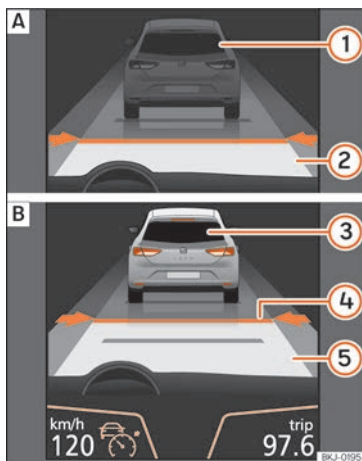
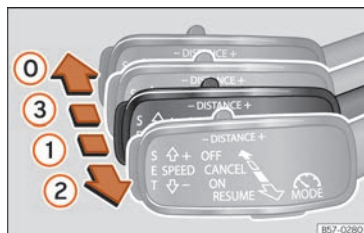

Fig. 259 Sur l'écran du combiné d'instruments : (A) ACC inactif (Standby). (B) ACC actif.
Fig. 261 À gauche de la colonne de direction : troisième levier pour utiliser le régulateur de vitesse adaptatif.
Indication d'état sur l'écran » » **fig. 259** :
vert s'allume sur le combiné d'instruments (🔌) ; la vitesse programmée et l'état de l'ACC s'affichent à l'écran » **fig. 259**.
de 1 km/h (0,6 mph), placez le levier en position ② » **fig. 261** ou appuyez sur la touche **SET**.
Si besoin, la vitesse programmée peut être modifiée lorsque le véhicule est à l'arrêt ou lors de la conduite. Toute modification de la vitesse programmée est indiquée dans la partie inférieure gauche de l'écran du tableau de bord » **fig. 259**.
- Pour activer l'ACC, placez le troisième levier en position ① puis appuyez sur la touche **SET** ou placez le troisième levier de l'ACC en position ② » **fig. 261**. L'image de l'ACC sur l'écran du tableau de bord passe alors en mode **Actif** » **fig. 259**.
Pour désactiver l'ACC, placez le levier en position ③ » **fig. 261** (le faire emboîter). Le texte **ACC désactivé** s'affiche alors et la fonction est entièrement désactivée.
Si vous ne souhaitez pas désactiver l'ACC, mais passer temporairement en mode inactif (Standby), placez le troisième levier en position ③ » **fig. 261** ou appuyez sur la pédale de frein.